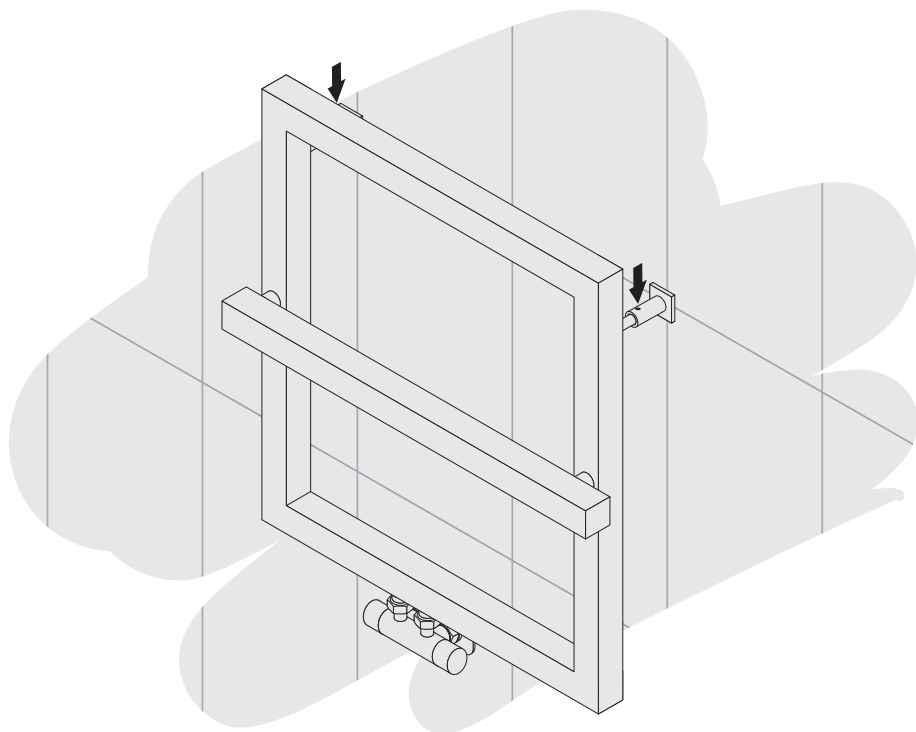

Рис.9
5.1.10. Одновременно с подключением водяной части установите полотенцесушитель на опоры кронштейнов (рис. 9).
5.1.11. Отрегулируйте расстояние от стены и зафиксируйте стопорные винты, расположенные в корпусе кронштейнов при помощи шестигранного ключа №2,5 (рис. 9).